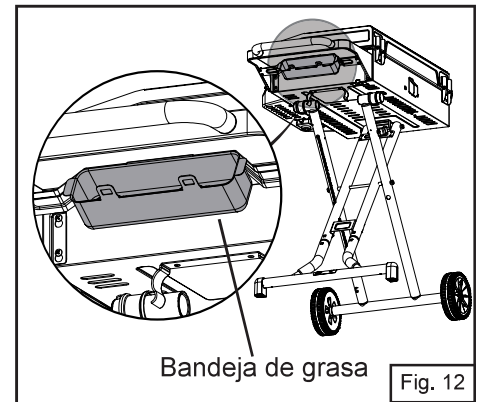

Fig. 12
12. Coloque la bandeja de grasa debajo de la mesa lateral (Fig. 12).